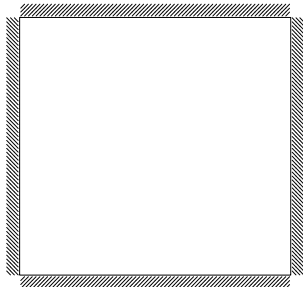

图 11-38 “左边”选项
- “左边”选项：单击该按钮，则所绘的线图案位于路径的左边，如图 11-38 所示。